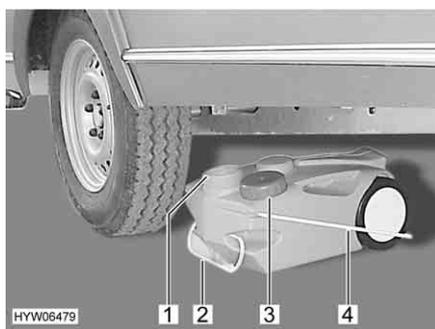

Fig. 183 Depósito de aguas residuales, con ruedas
- Cerrar la abertura del depósito de aguas residuales (Fig. 183,1) con la tapa (Fig. 183,3).
- Extraer el depósito de aguas residuales por el tirador (Fig. 183,2).
- Abatir hacia arriba el tirador (Fig. 183,4) y colocar el depósito de aguas residuales.